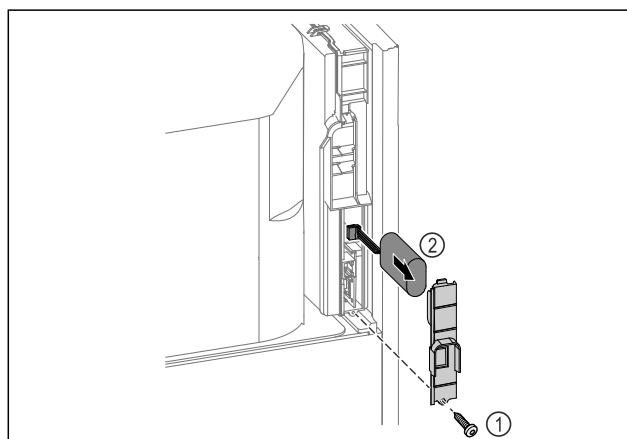

Fig. 259
- Išsukite varžtą ir nuimkite dengiamąją plokštelę galinėje prietaiso pusėje Fig. 259 (1).
- Atjunkite bateriją ir ją išimkite Fig. 259 (2).